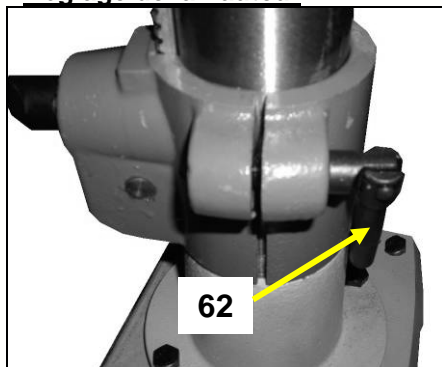
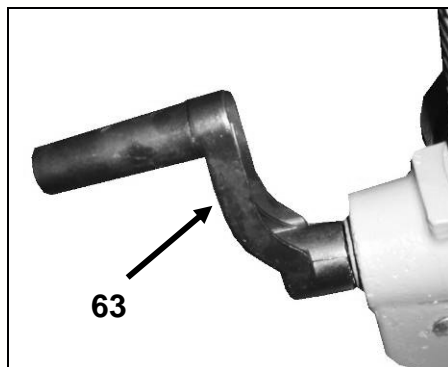

Fig 26
Fig 27
- Desserrez la poignée de blocage (62) (Fig 26) et tournez la manivelle (63) pour régler la table en hauteur (Fig 27).